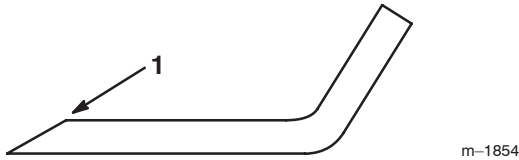

Figure 46
1. Au moyen d'une lime, aiguissez les tranchants aux deux extrémités de la lame (Fig. 46) en veillant à conserver l'angle de coupe d'origine. Limez la même quantité de métal sur chacun des deux tranchants pour ne pas déséquilibrer la lame.